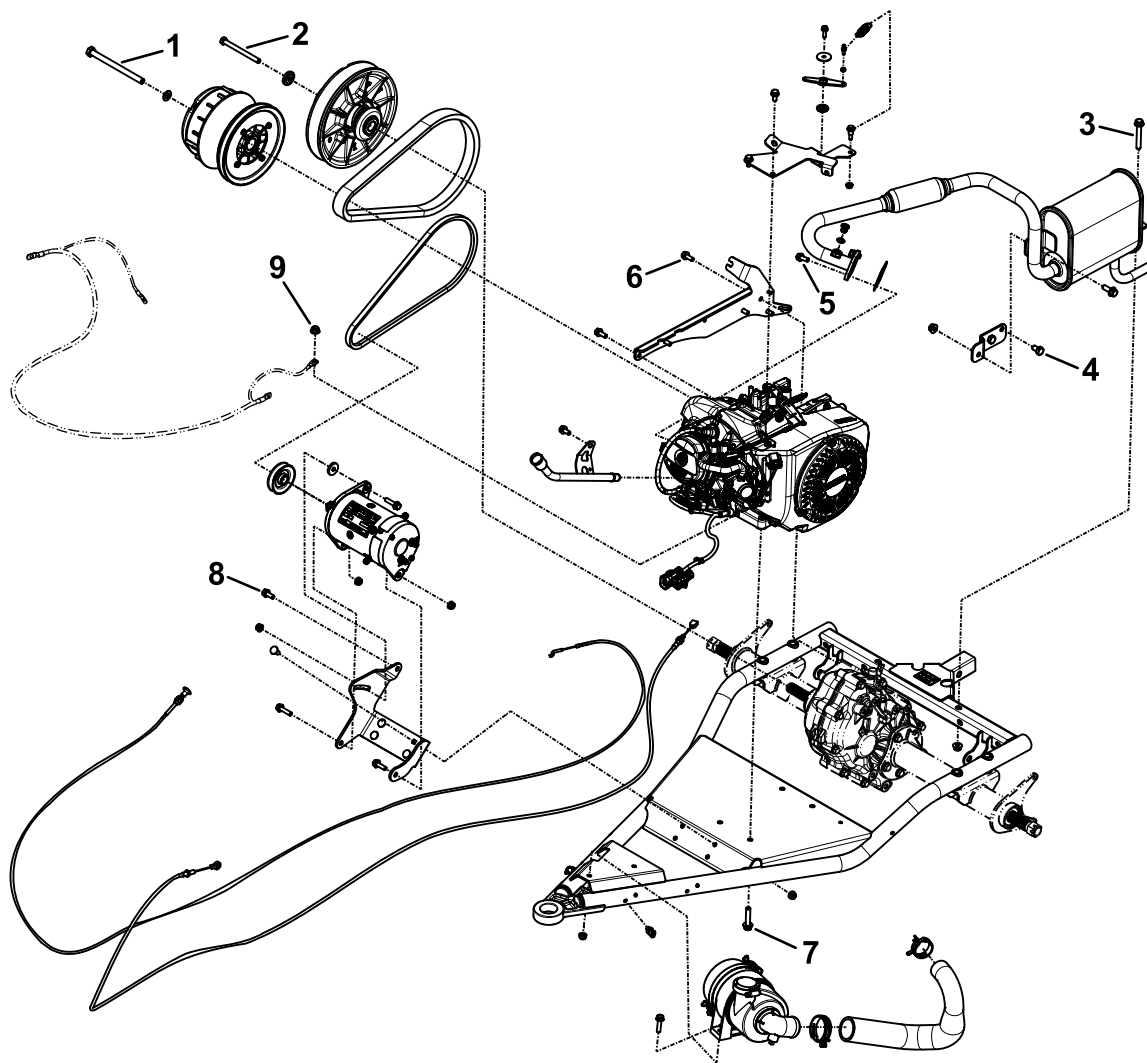

Figure 12
2. Serrez toutes les fixations au couple spécifiés à la Figure 12.